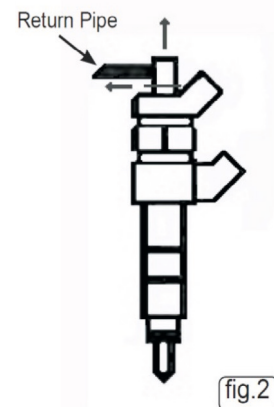

fig.2
2.1. Les conduites de retour sont maintenues par des serre-câbles. Veuillez les retirer et les ranger en lieu sûr. Retirez soigneusement chaque conduite de retour des injecteurs (fig.2). Faites bien attention à ne pas casser les connecteurs car ils risquent de se briser en éclats.
2.1. The return pipes are retained by wire clips, remove the clips and store in a safe place. Gently ease out each of the return pipes from the injectors (fig.2). Take care not to break the connectors as they can be brittle.